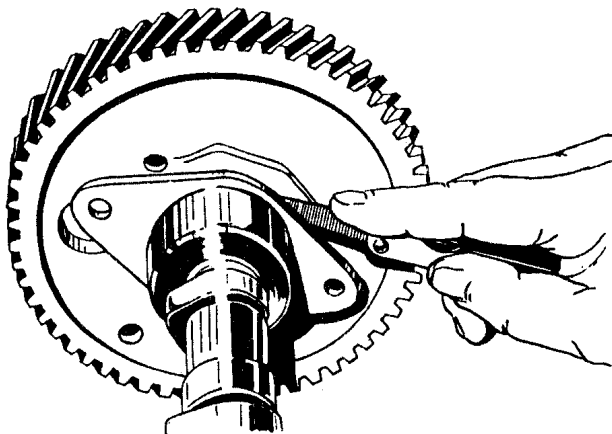

Рис.74. Проверка осевого зазора распределительного вала
- с помощью щупа, введенного между упорным фланцем и ступицей шестерни распределительного вала, измерить осевой зазор распределительного вала (рис.74). Зазор должен быть 0,08...0,26 мм.